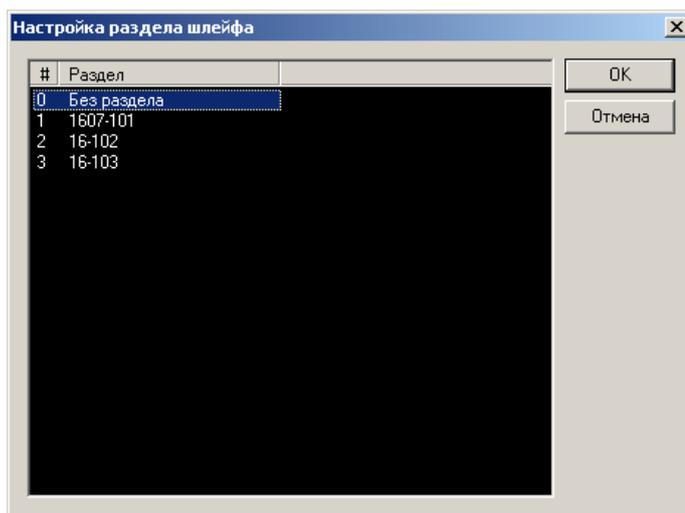

Рисунок 5.65. Настройка раздела шлейфа
- при выборе опции **Добавить в раздел** на экран выводится диалог **Настройка раздела** шлейфа. В диалоге отображается список всех разделов ПОИСК (рисунок 5.65); здесь можно выбрать раздел, в который должен быть включен шлейф;